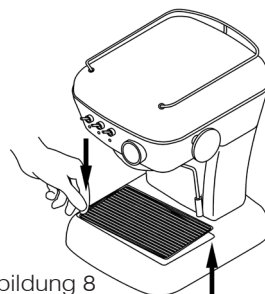

Abbildung 8
● Nehmen Sie die Schale ⑪ regelmäßig zur Reinigung heraus. Siehe Füllstandsanzeige der Schale (Abbildung 8)